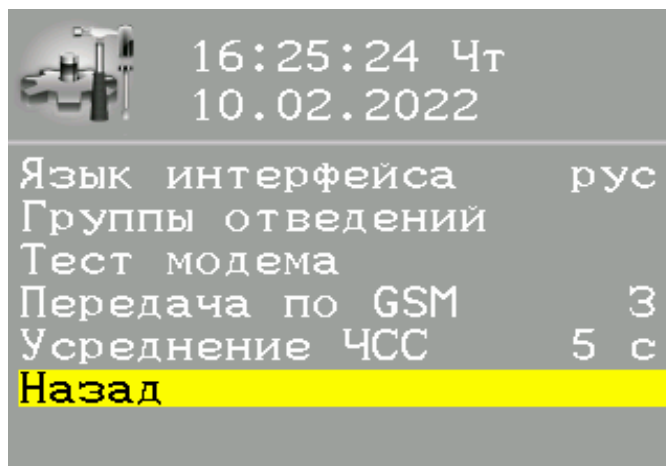

Рисунок 20 – Изображение окна при выходе в главное меню
- **НАЗАД**. Для выхода в главное меню следует кнопкой "▲" или "▼" выбрать режим **НАЗАД** и нажать кнопку "**ПУСК**" (см. рисунок 20).